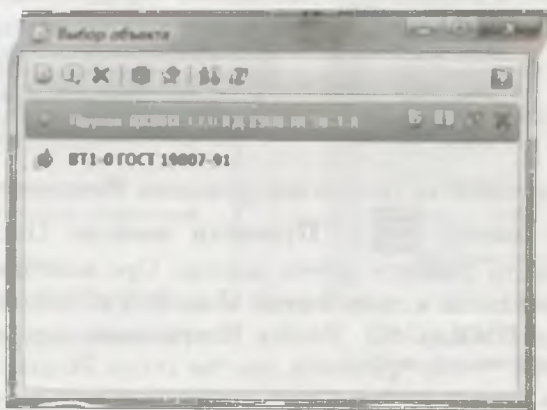

Рис. 30.11. Диалоговое окно Выбор объекта
- ◆ из Строки Главного меню выберите пункт **Приложения** ► **Материал** ► **Выбрать материал...** Обратите внимание, что часть пунктов меню не активизированы. На экране появляется диалоговое окно **Выбор материала** (рис. 30.11). По умолчанию в центральном окне нет выбранного материала;